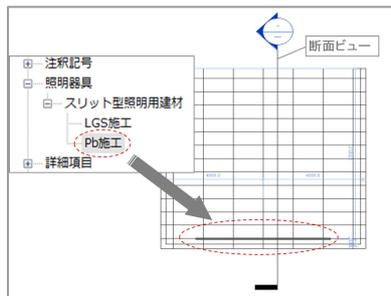

図2-1
- ・プロジェクトブラウザから対象のファミリを選択し、ドラッグ & ドロップで天井伏図へ配置。(図2-1)
- ・配置した部材に垂直に分断するような断面ビューを作成。 ※1 (図2-1)